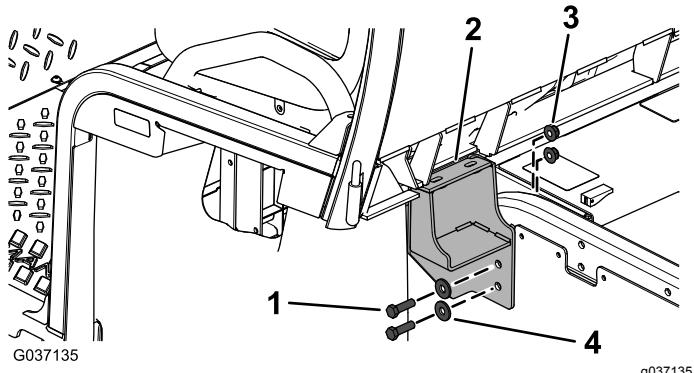

Figure 7
9. Fixez légèrement les supports de cabine gauche et droit sur la machine à l'aide des boulons à tête hexagonale (3/8" x 1 1/4"), des rondelles (3/8") et des écrous à embase (3/8"), comme montré à la Figure 7.
- Serrez les supports gauche et droit et serrez les boulons à 58 N·m, comme montré à la Figure 7.